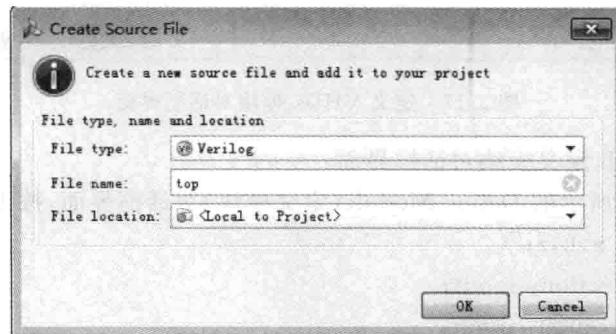

图 2.16 创建文件对话框界面
(5) 如图 2.16 所示,出现 Create Source File(创建源文件)对话框界面。在该界面内选择添加文件的类型和输入文件的名字。按下面参数进行设置: